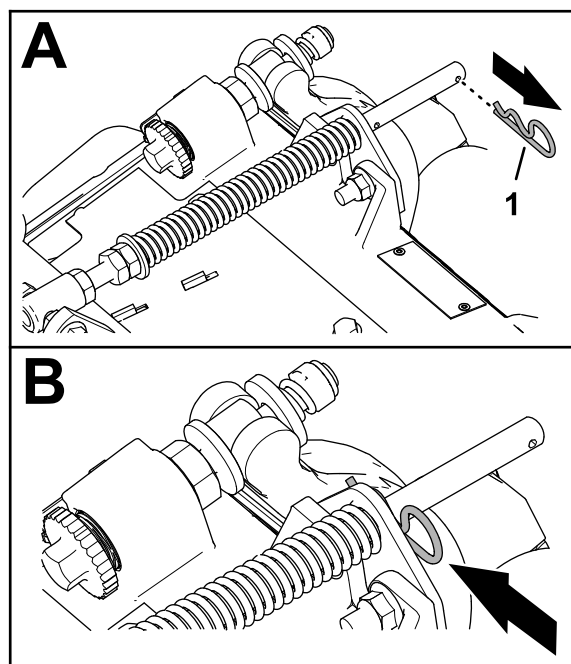

Рисунок 7
1. Если в заднем отверстии штока пружины компенсации установлен игольчатый шплинт, извлеките его и вставьте в отверстие рядом с кронштейном (Рисунок 7).